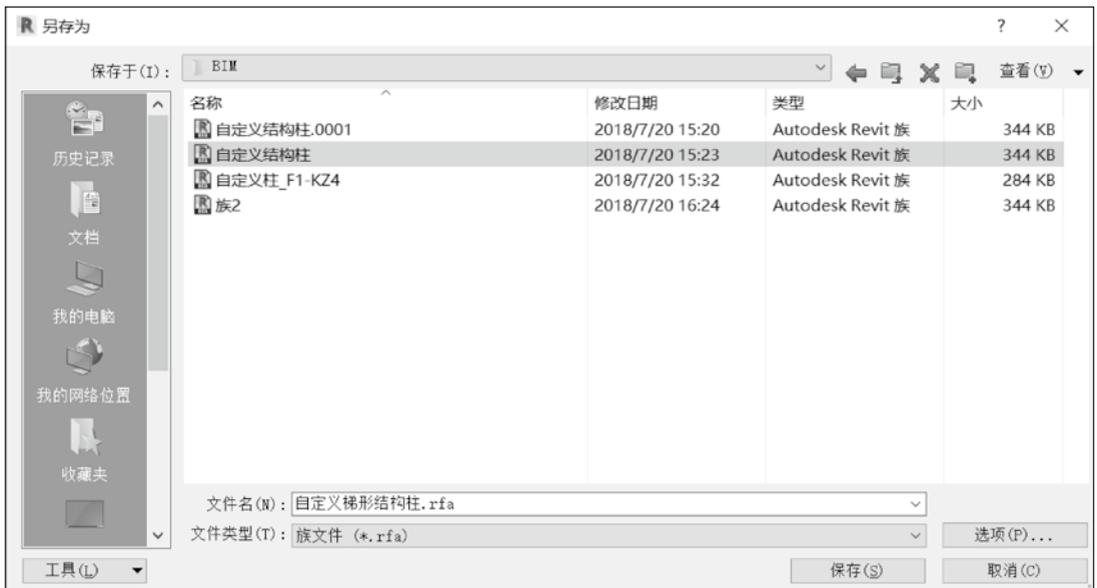

图 3.1.17 保存族
(7) 单击快速访问工具栏中的“保存”工具或“文件”菜单中的“保存”工具，保存创建的结构柱族为“自定义梯形结构柱”，如图 3.1.17 所示。